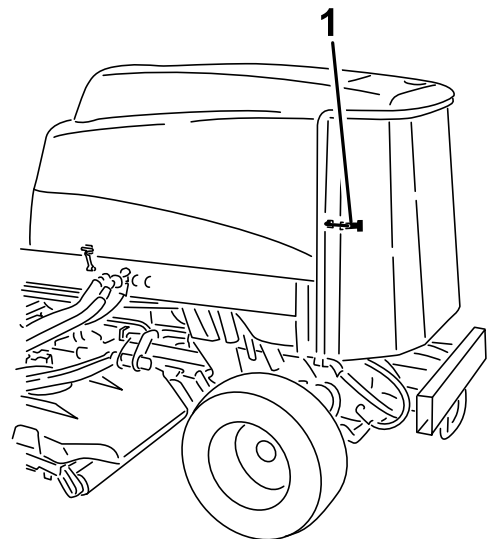

Figure 90
2. Déverrouillez et ouvrez la grille arrière (Figure 90).